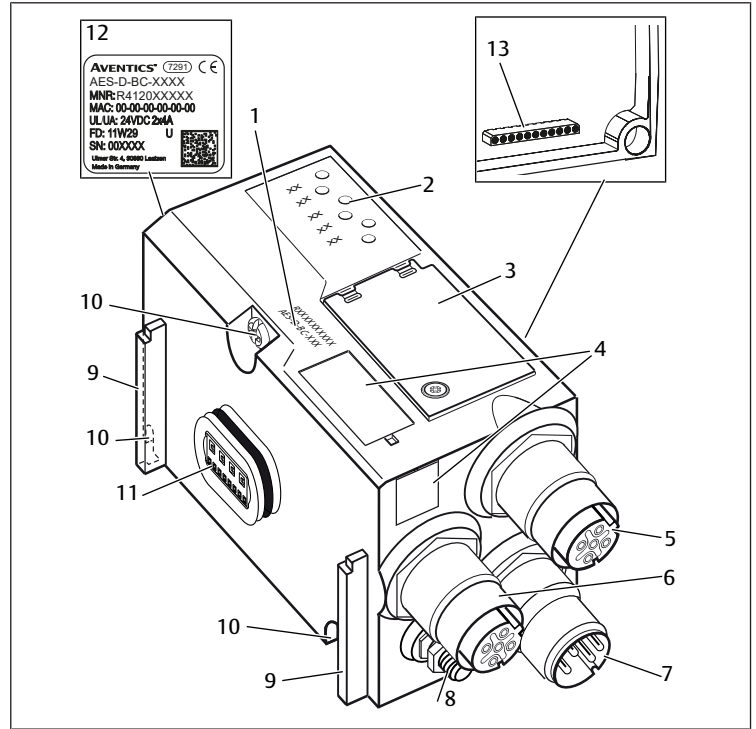

Abb. 3: Buskoppler
5. Lösen Sie die Befestigungsschrauben (siehe Abb. 3: Buskoppler (10)). Empfohlener Antrieb: Ejot TORX PLUS®/AUTOSERT® 20IP
2. Montieren Sie die Beschriftungsschilder des alten Buskopplers auf den neuen Buskoppler oder beschriften Sie das Feld für die Betriebsmittelkennzeichnung (siehe Abb. 3: Buskoppler (4)) am neuen Buskoppler.
3. Stellen Sie die Schalter des neuen Buskopplers analog zum alten Buskoppler ein. Öffnen Sie dazu das Sichtfenster (siehe Abb. 3: Buskoppler (3)). Achten Sie beim Verschließen des Sichtfensters auf den korrekten Sitz der Dichtungen.
5. Setzen Sie die drei Befestigungsschrauben (siehe Abb. 3: Buskoppler (10)) in die Durchgangsbohrungen auf der linken Seite des Buskopplers ein und ziehen Sie die Schrauben fest. Anzugsmoment: 1,5 Nm–1,8 Nm mit Antrieb Ejot TORX PLUS®/AUTOSERT® 20IP